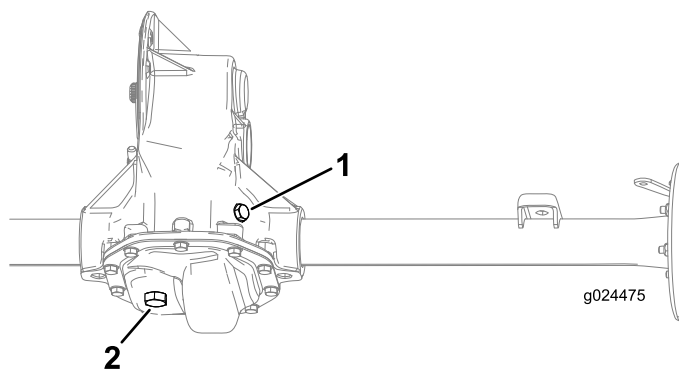

Figura 46
2. Tire o tampão de enchimento do conjunto eixo-transmissão (Figura 46).
3. Se o nível de óleo estiver baixo, retire o tampão de enchimento e adicione o óleo especificado até sair pelo orifício (Figura 46).
1. Alinhe um recipiente de escoamento com o tampão de escoamento (Figura 46).
2. Retire o tampão de enchimento e o vedante (Figura 46).
3. Retire o tampão de escoamento e o vedante e deixe o óleo escoar completamente (Figura 46).